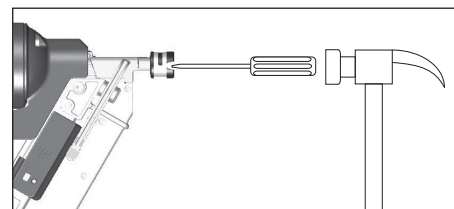

Figure 23
4. Si nécessaire, utiliser de petits outils manuels pour aider à dégager le clou bloqué. Il est parfois nécessaire d'utiliser un marteau et un long tournevis mince pour remettre le coulisseau jusqu'au bout dans le pistolet (voir la Figure 23).